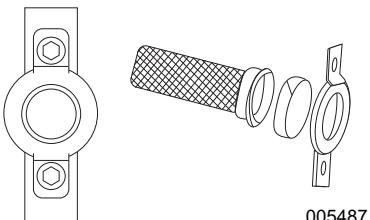

Imagen 4-8. Pantalla del supresor de chispas
1. Consulte la **Imagen 4-8**. Retire la pinza para quitar la sujeción.